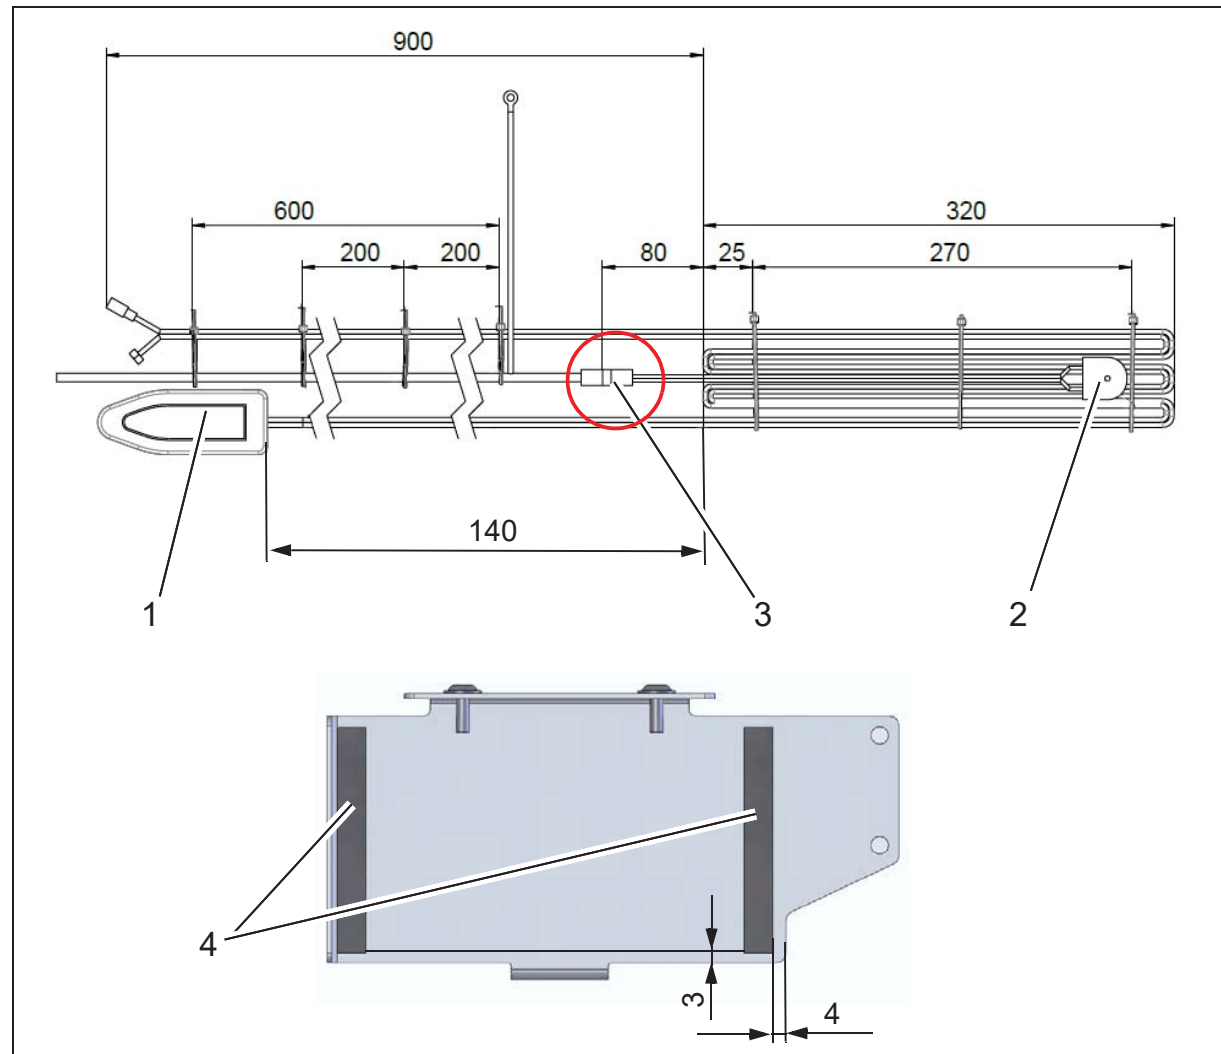

Abb.2
1. Vor Montage des Fleet-Recorders muss die Antenne (Abb. 2/1) mit dem Summer P20 (Abb. 2/2) laut Zeichnung vormontiert werden.
2. Stecker des Summer P20 mit Stecker des Kabelbaums W77 verbinden (Abb. 2/3).
Das Dichtungsband (Abb. 2/4) laut Skizze auf den Halter kleben.